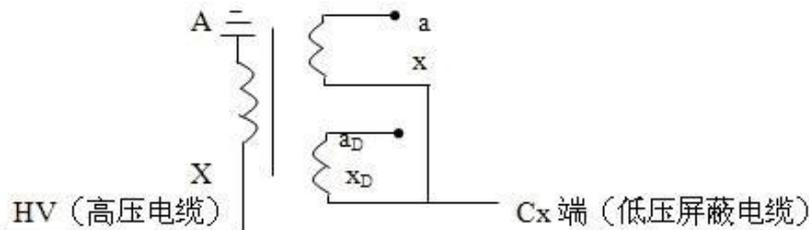

图9 末端加压法接线
3) 末端加压法（正接线方式）见图 9 所示，此方法受 X 点耐压限制，只能施加 2.5~3kV 电压，同样，电容值误差较大。